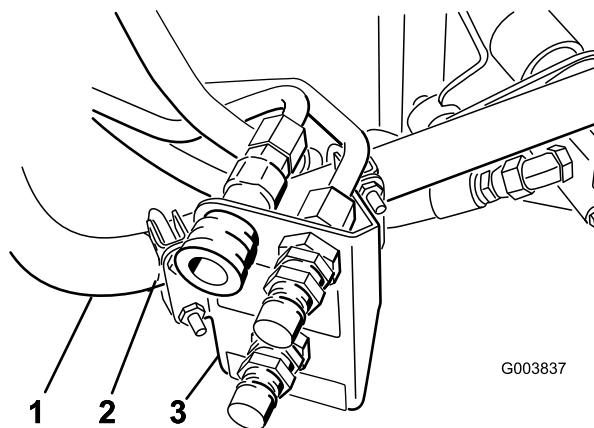

Figure 11
3. Reportez-vous à la Figure 11 pour positionner temporairement le support de raccord sur le tube rond du cadre.